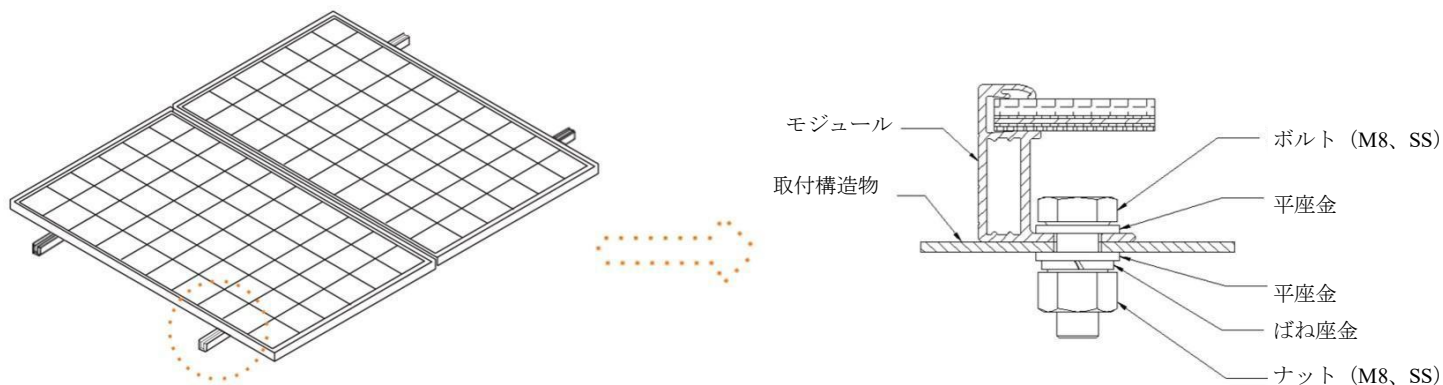

図 17：アルミニウム・フレーム・モジュール・ボルト穴の設置
- ◇ ボルト設置方法を選択する際は、各モジュールに少なくとも 4 本のボルトがあることを確実にし、ボルトは左右対称に配置する必要がある（図 17）。ボルト取付位置の違いは、モジュールの最大耐荷重に影響を及ぼす（表 3）。